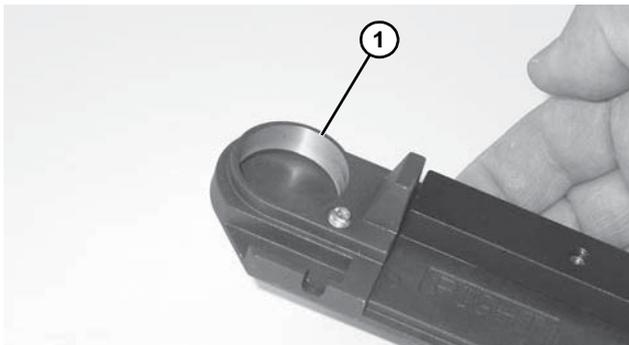

Figure 79
1. Inspecter la surface d'appui des plaques de tête (**Figure 79, élément 1**). Les remplacer si elles sont usées ou endommagées. Voir « Pièces de rechange » à partir de la page 38.